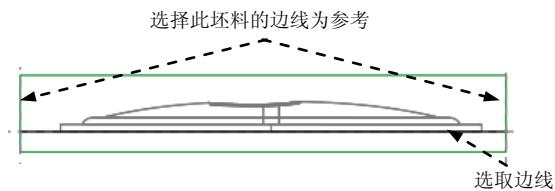

图 21.32 截面草图
(4) 绘制截面草图。选取图 21.32 所示的坯料的边线和所示的边线为草绘参考；绘制图 21.32 所示的截面草图（截面草图为一条线段）；完成截面的绘制后，单击“草绘”操控板中的“确定”按钮 。
(5) 设置深度选项。
① 在操控板中选取深度类型 。